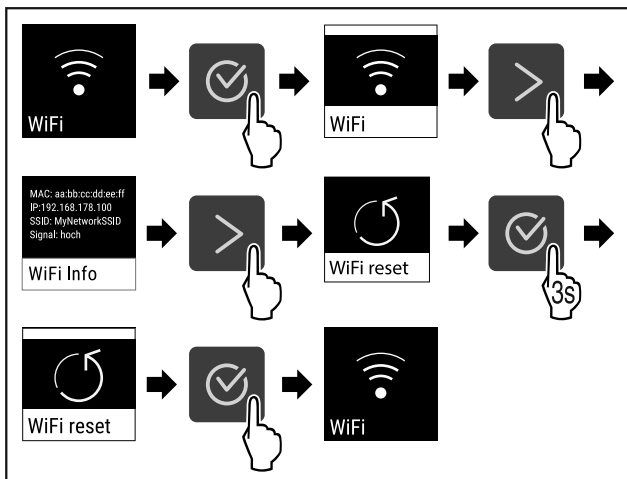

Fig. 78
- ▶ Genomför stegen (se Fig. 78) .